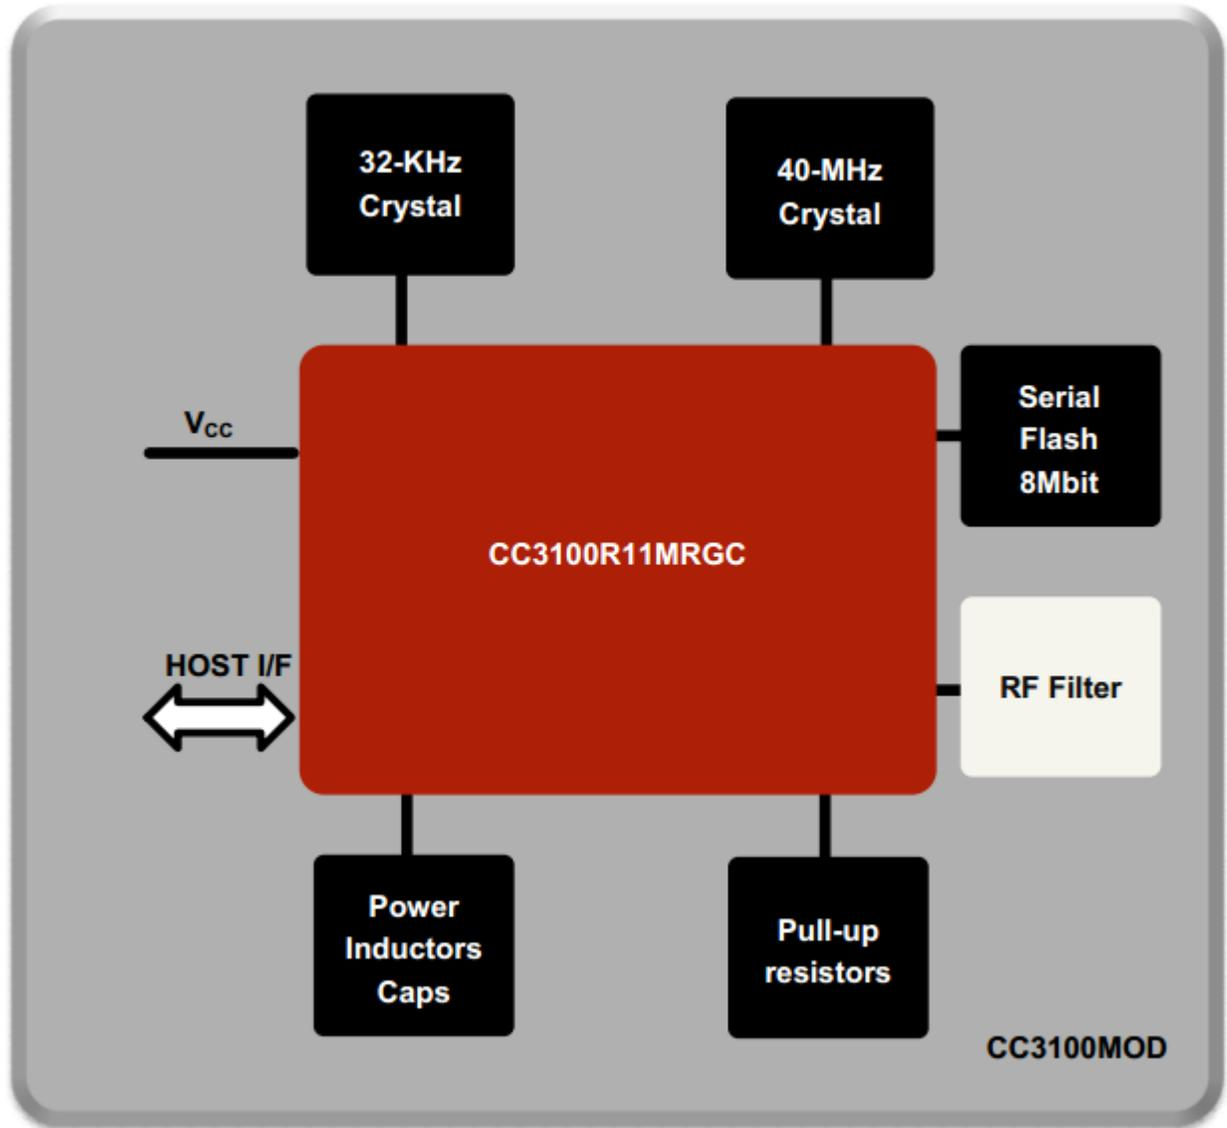

图 2 LE-WF-02 Module 功能模块图
**LE-WF-02 Module** 功能模块图如图 2 所示